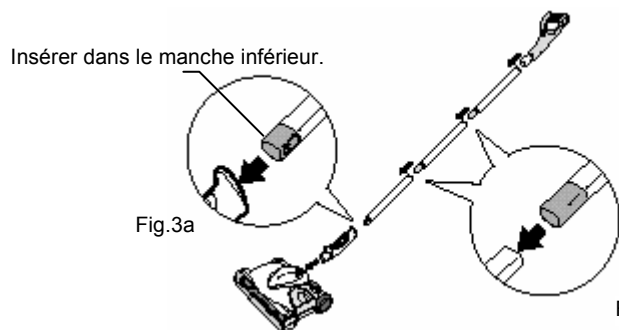

Fig. 3
3. Assembler les tubes métalliques en poussant le joint en plastique dans le tube de connexion en métal. Pousser jusqu'à ne voir qu'une petite partie de la garniture (jusqu'au fond dans le tube). Insérer le manche supérieur dans le dernier tube métallique (Fig.3).